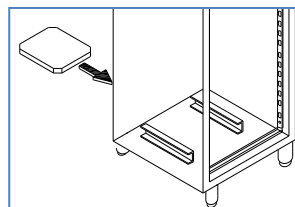

Figure 3
- Glissez-vous dans le peloton échant, sur la partie inférieure du réfrigérateur, le bac à déchets de condensation et d'appareils qui ont des plateaux automatique, brancher le connecteur. (Fig. 3)